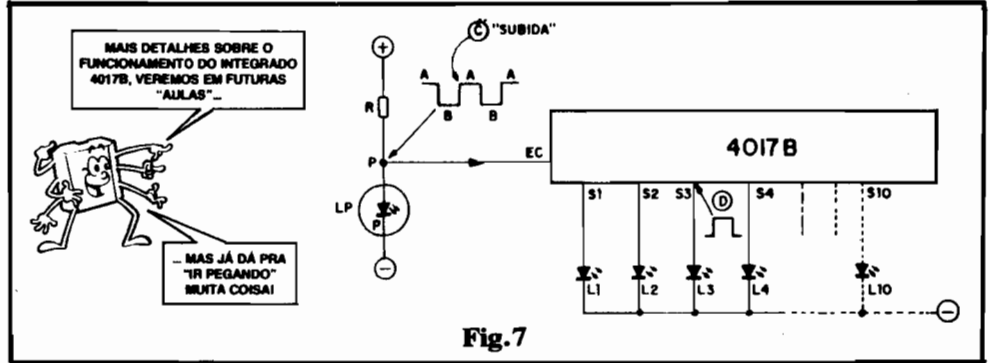

Fig.7
- **FIG. 7 - O CIRCUITO/COMO FUNCIONA (ANTECIPAÇÃO TEÓRICA)** - São dois os blocos em que se divide o circuito, numa análise "macro": o gerador de clock e o sequenciador. O gerador de clock (em Eletrônica Digital damos o nome genérico de "clock" a um sinal de Frequência fixa, que estabelece as bases de tempo gerais para o funcionamento do circuito como um todo) está formado, de maneira super-simples, unicamente pelo LED "pisca" MCL5151P e "seu" resistor/limitador. O tal LED, na verdade contém um pequeno Circuito Integrado, embutido "lá dentro", junto com a pastilha "comum" emissora de luz (já estudamos isso, na "Aula" nº 5) que, periodicamente (mais ou menos 3 vezes por segundo) "corta" e "libera" a passagem da Corrente pela junção PN responsável pela emissão da radiação luminosa... Notem que, como TENSÃO é função da CORRENTE (e também da RESISTÊNCIA, como aprendemos na já distante - parece que foi ontem... - 1ª "Aula" do ABC...), o "acende-apaga" automático do MCL5151P determinará, no ponto P, nítidos incrementos e decrementos periódicos de Tensão, estabelecendo-se níveis "altos" (A) e "baixos" (B) em seqüência, no mesmo ritmo de "piscagem" do